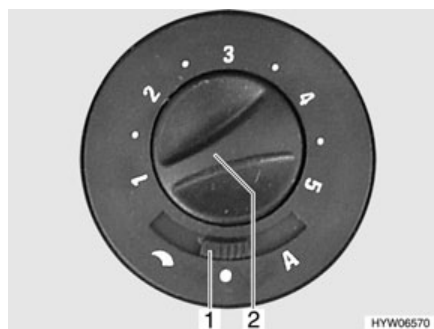

Fig. 121 Conmutador de mando para ventilador de circulación de aire (12 V)
- Ajustar el conmutador deslizante (Fig. 121,1) en "↷" (regulación manual) o "A" (modo automático).
- Cuando en el conmutador deslizante (Fig. 121,1) está ajustado "↷" (regulación manual): Ajustar la potencia deseada del ventilador de circulación de aire con el botón giratorio (Fig. 121,2).
- Ajustar el conmutador deslizante (Fig. 121,1) en "●" (Off). Con el funcionamiento de la calefacción esta posición del conmutador no tiene función.